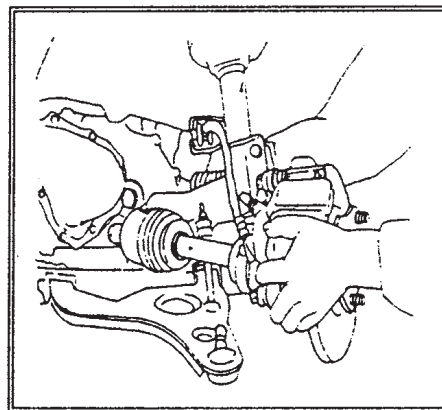

Рис.229.
* Одной рукой удерживая шарнир равных угловых скоростей (рис.229), потяните ступицу колеса до выхода вала. Если тугая посадка вала не позволяет снять его таким образом, используйте съемник.